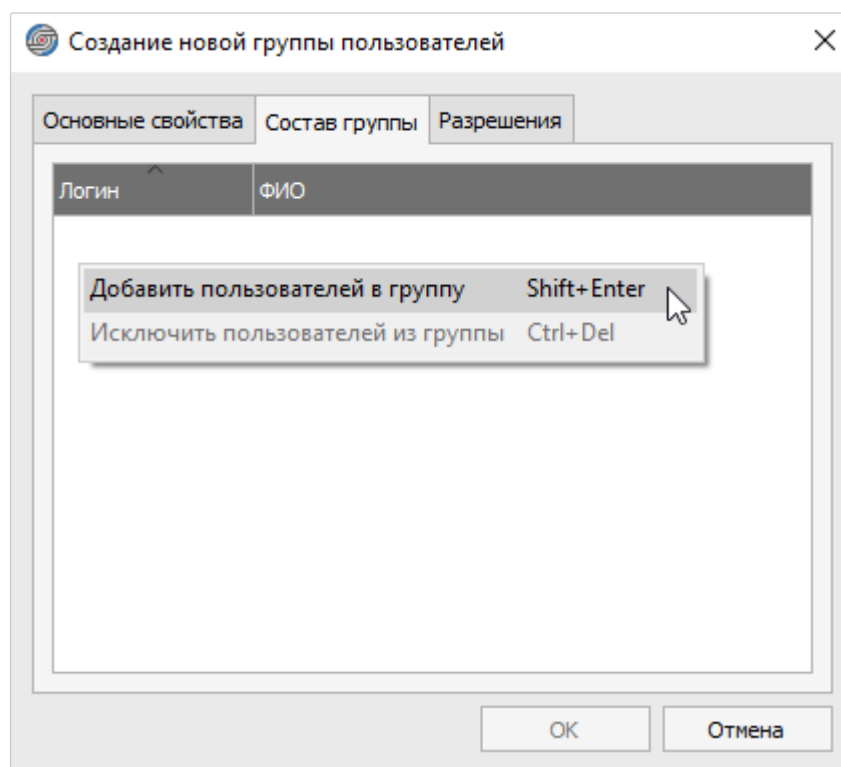

Рисунок 82. Вкладка «Состав группы» в диалоговом окне «Создание новой группы пользователей»
- 4) На вкладке «Состав группы» (см. рисунок 82) добавить участников создаваемой группы. Чтобы добавить участника, необходимо щелкнуть правой кнопкой мыши по свободной области и в открывшемся контекстном меню выбрать команду «Добавить пользователей в группу» или использовать комбинацию клавиш **Shift** + **Enter**.